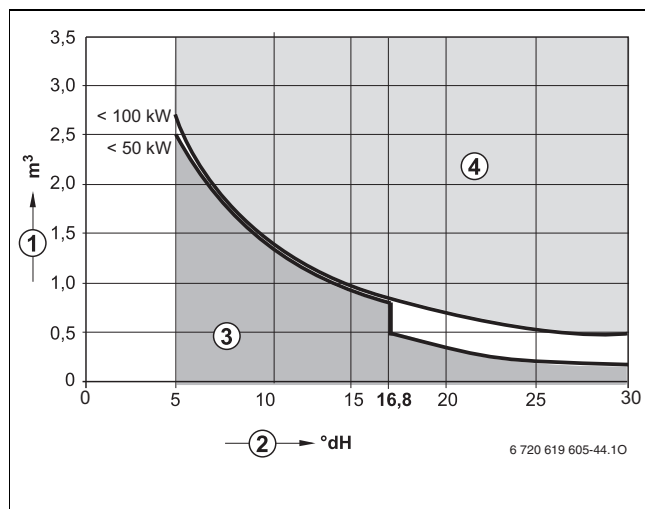

Fig. 6 Requisiti dell'acqua di riempimento per caldaie singole fino a 100 kW
- Utilizzare esclusivamente acqua di rubinetto non trattata (osservare il diagramma in fig. 6).
Per il controllo delle quantità di acqua ammesse in funzione della qualità dell'acqua di reintegro è necessario il diagramma della fig. 6.
- Se la quantità di acqua di riempimento effettivamente necessaria è maggiore del volume di acqua durante il ciclo di vita utile (→ fig. 6), allora sarà necessario trattare l'acqua. A tal fine, potranno essere utilizzati solo